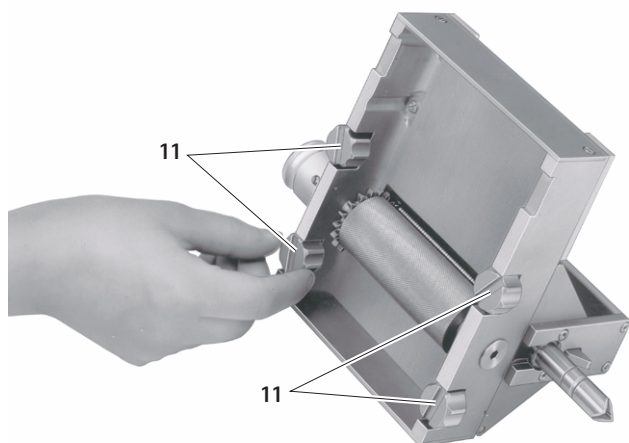

Abb. 1
- ▶ Schneidgerät **4** umdrehen, so dass die vier Schrauben **11** sichtbar werden, siehe Abb. 1.
- Schneidgerät 4 umdrehen, so dass die vier Schrauben 11 sichtbar werden, siehe Abb. 1.